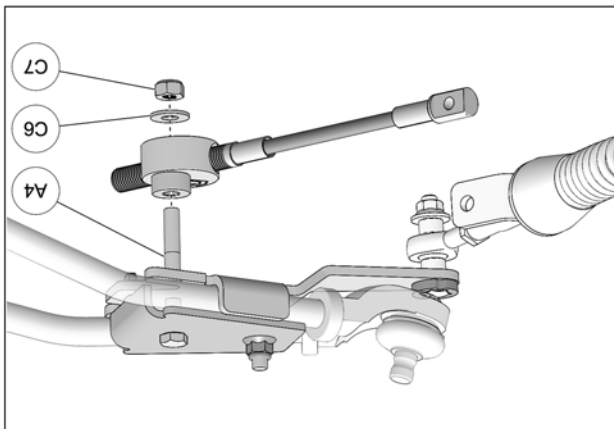

Fig. 23
12. Positionner le disque en aluminium du limiteur de conduite sous l'ancrage et installer au boulon (A4) déjà inséré. Utiliser la rondelle (C6) et l'écrou (C7) pour fixer le limiteur de conduite en place. Serrer l'écrou à un couple de 50 N•m [37 lb•pi]. Fig. 23